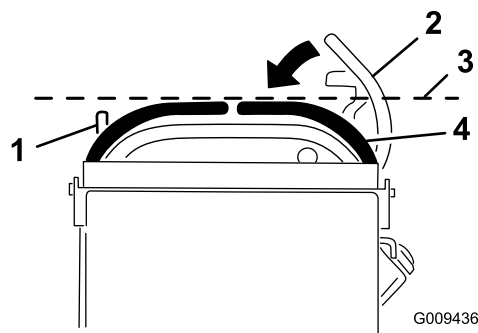

Bild 82
3. Drücken Sie die Fahrtriebshebel nach unten und außen aus der ARRETIERTEN NEUTRAL-Stellung (Bild 82).
4. Prüfen Sie, ob der rechte Fahrtriebshebel mit dem linken Fahrtriebshebel horizontal eingestellt ist (Bild 82).